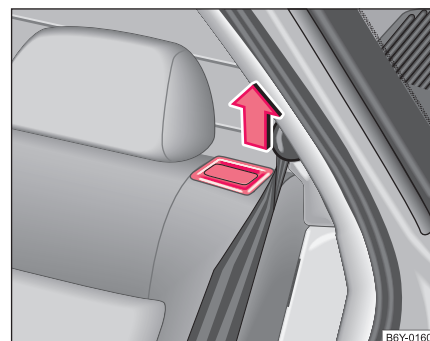

Fig. 49 Desasegurar los respaldos
- Tirar del botón de desbloqueo en el respaldo de asiento trasero y abatir el respaldo hacia delante ⇒ página 71, fig. 49.